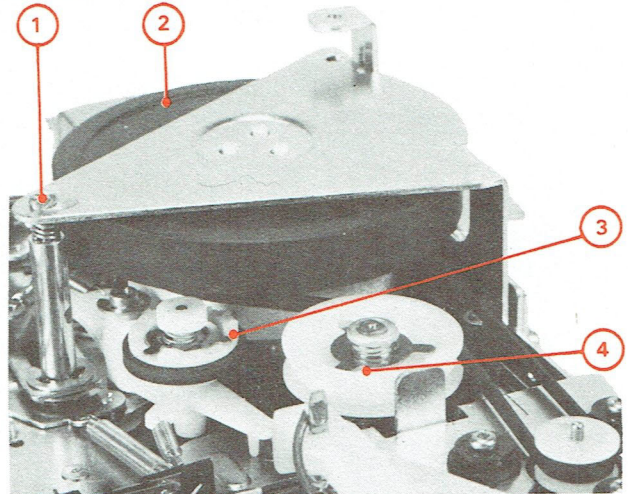

Fig. 19
2° - REGLAGE DU JEU AXIAL DU VOLANT (Fig. 19)
- En fonction LECTURE « ▶ » (Fig. 19)
- En fonction DEFILEMENT AVANT RAPIDE « ▶▶ » (Fig. 19)
- En fonction DEFILEMENT ARRIERE « ◀◀ » (Fig. 19)